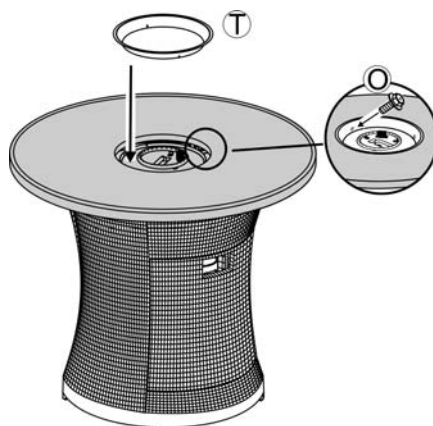
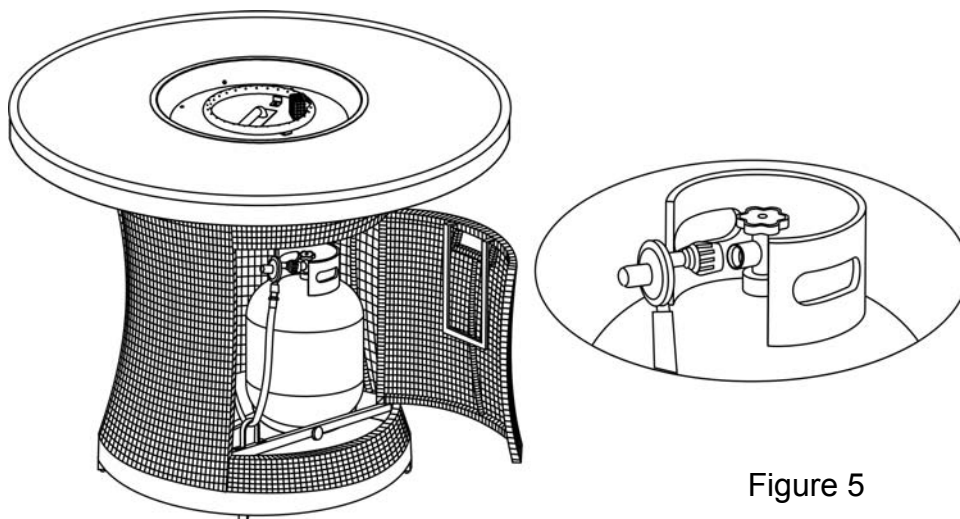

Figure 3
Figure 5
3. Placer l'anneau de protection du brûleur dans l'ensemble brûleur/panneau à feu comme indiqué sur la figure 5. Aligner les trous de l'anneau de protection de la plaque du brûleur avec les trous pré-perçés de l'ensemble bac/brûleur. Fixer l'anneau de protection de la plaque du brûleur à l'ensemble bac/brûleur à l'aide des deux vis M4, comme indiqué sur la figure 3.
5. Sortir le tiroir en le faisant glisser et y placer la bonbonne de GPL. Connecter le détendeur tel que montré sur la figure 5. Visser la poignée noire dans le sens des aiguilles d'une montre pour serrer. Tourner la poignée dans le sens contraire des aiguilles d'une montre pour la retirer. Le tuyau doit pointer vers le bas. Vérifier que le robinet est bien tourné à fond dans le sens des aiguilles d'une montre sur la position « Off » (Arrêt). Ouvrir le robinet de la bonbonne. Appliquer une solution d'eau savonneuse sur la connexion du détendeur de la bonbonne et sur celle du tuyau-robinet pour déceler d'éventuelles fuites. Si la solution fait des bulles, la connexion fuit. Dans ce cas, fermer le robinet de la bonbonne et resserrer les connexions.